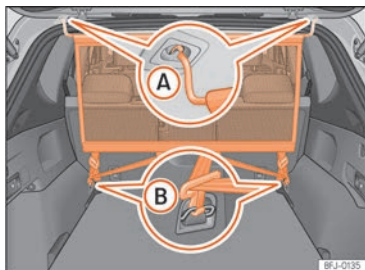

Fig. 168 Filet de séparation monté.
- Accrochez le filet de séparation au logement gauche du pavillon »» fig. 168 (A). Veillez à tirer la barre transversale vers le bas au-delà de la position supérieure.
- Accrochez le filet de séparation au logement droit du pavillon en appuyant sur la barre transversale »» fig. 168 (A).
- Attachez les deux crochets du filet de séparation aux œillets d'arrimage du coffre »» fig. 168 (B) puis tendez fermement les sangles de fixation.
- Détachez les crochets du filet de séparation d'arrimage »» fig. 168 (B).
- Décrochez le filet de séparation du logement droit du pavillon »» fig. 168 (A) en appuyant sur la barre transversale.